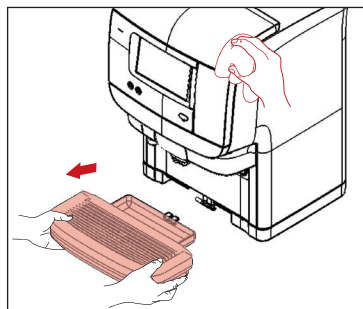

Fig. 3
1. Fjern dryppbrettet og tøm det ved behov (fig. 3). Rengjør dryppbrettet med en klut eller børste under varmt rennende vann.